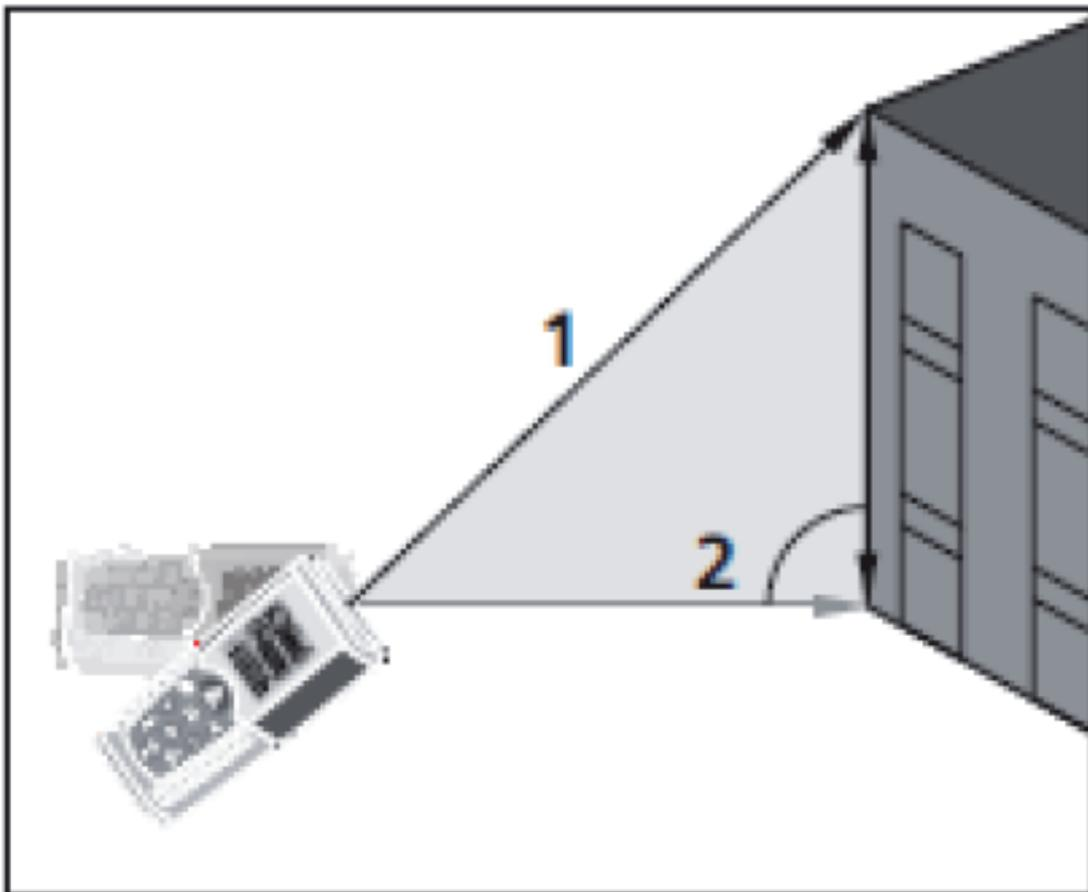

Fig. 7: Execução da medição Indireta com 2 pontos
3. Colocar o instrumento no ponto mais alto (1) da medição (ver Fig. 7) e premir o botão  para efetuar a medição. O resultado é apresentado no primeiro display parcial. O símbolo “” é apresentado no display com o lado “2” intermitente
4. Colocar o instrumento na posição mais horizontal possível (2) da medição (ver Fig. 7) e premir o botão  para efetuar a medição. O resultado é apresentado no segundo display parcial
5. O valor final do resultado (obtido como  $\sqrt{(1)^2 - (2)^2}$ ) é apresentado no display resultante